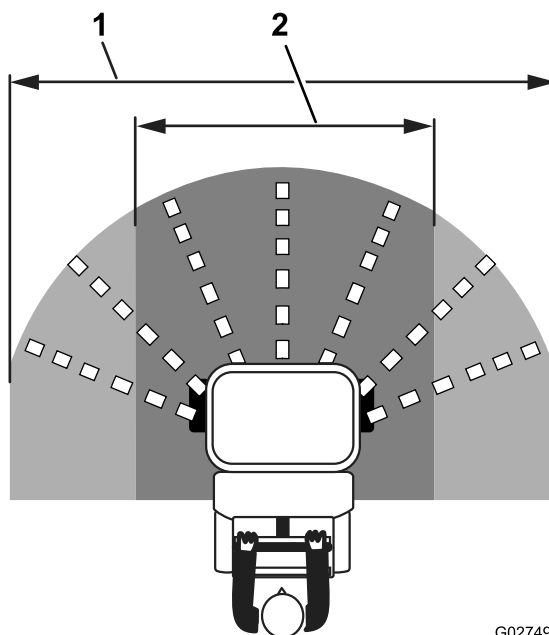

Figure 34
4. Ouvrez le déflecteur d'application petite ou grande largeur pour commencer l'épandage (Figure 34).